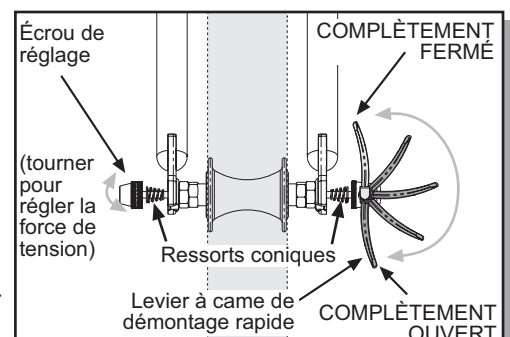

Fig. 9 Description du dispositif de démontage de la roue avant.
Un système de démontage rapide constitué d'un mécanisme à came sert à installer la roue de la poussette (Fig. 9). Comme ce mécanisme est réglable, il est essentiel que vous connaissiez son fonctionnement, son utilisation correcte et la force à appliquer pour fixer la roue.
- Abaissez complètement le levier à came de démontage rapide (Fig. 9). C'est la position d'ouverture complète.
- Tout en poussant la roue fermement vers le haut des fentes dans les pattes de la fourche et en centrant la jante de roue dans la fourche, poussez le levier de démontage rapide vers le haut et tournez-le dans la position de fermeture complète (Fig. 9 et 12). Le levier devrait maintenant être parallèle à la branche de fourche. Pour appliquer assez de force de serrage, il vous faudra enrouler vos doigts autour de la branche de fourche pour multiplier la force; le levier de démontage rapide devrait alors laisser une empreinte bien nette dans la paume de votre main.
- Soulevez le levier de démontage rapide de la roue pour le mettre en position d'ouverture complète (Fig. 9). Votre fourche avant comprend un dispositif complémentaire de retenue intégré. Desserrez l'écrou de réglage suffisamment afin de pouvoir enlever la roue.